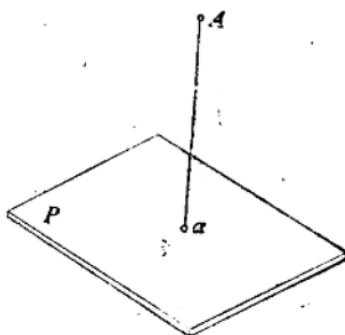

图 3-2 点的投影
(1) 点的投影。点的投影仍然是点。空间点用大写拉丁字母表示，投影图上的点用小写拉丁字母表示，见图3-2。